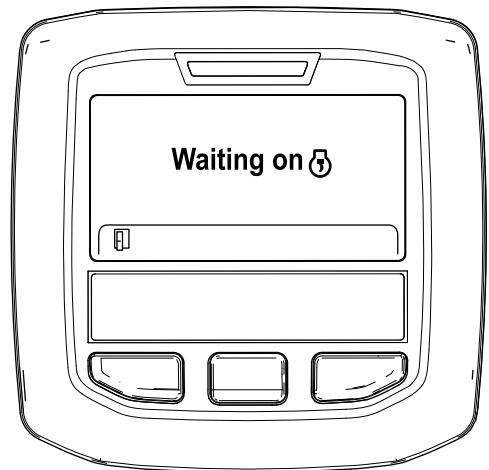

Bild 54
- B. Die Meldung „Waiting on“ wird angezeigt (Bild 54).